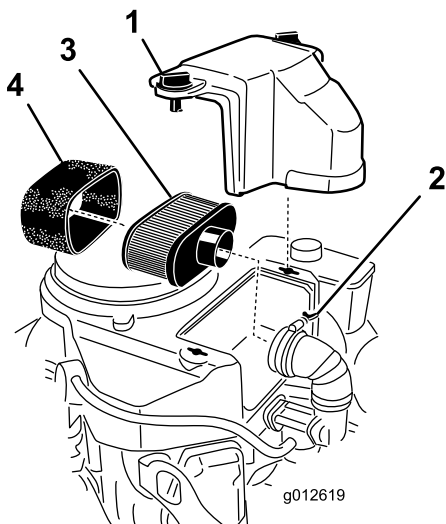

Figure 46
3. Nettoyez la surface autour du filtre à air pour éviter que des impuretés n'endommagent le moteur en tombant à l'intérieur (Figure 46).
4. Dévissez les boutons du couvercle et déposez le couvercle du filtre à air (Figure 46).
5. Dévissez le collier et déposez le filtre à air (Figure 46).
6. Sortez délicatement l'élément en mousse de l'élément en papier (Figure 46).
1. Glissez délicatement l'élément en mousse sur l'élément en papier (Figure 46).
2. Posez le filtre à air complet sur sa base ou sur le flexible et fixez-le en position (Figure 46).
3. Mettez le couvercle du filtre en place et serrez les boutons (Figure 46).
1. Nettoyez l'élément en papier en le tapotant pour faire tomber la poussière. Remplacez-le s'il est très encrassé (Figure 46).